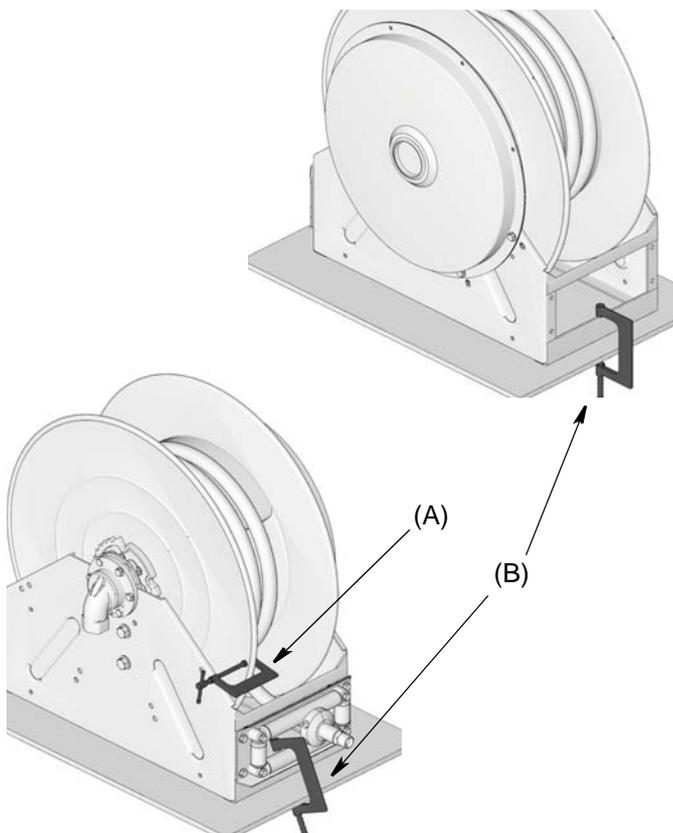

FIG. 22
3. Los carretes de manguera montados elevados o en muro se deben retirar de servicio y fijar en una superficie plana (B, FIG. 22) antes de cambiar la orientación de la entrada.
5. Enganche la traba. Fije una abrazadera en C (A) en la brida del carrete como se muestra en la FIG. 22 para ayudar a evitar que el carrete gire libremente.